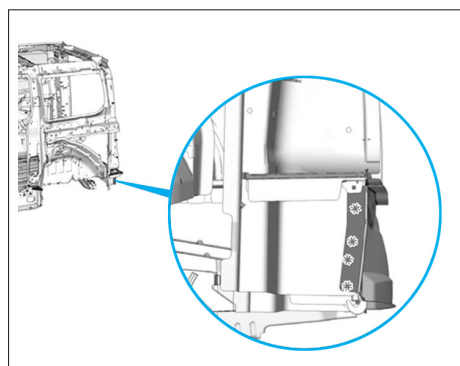

FIG. 83
- Déposer la partie restante du panneau de côté d'habitacle tôlé assemblé (Fig.83).